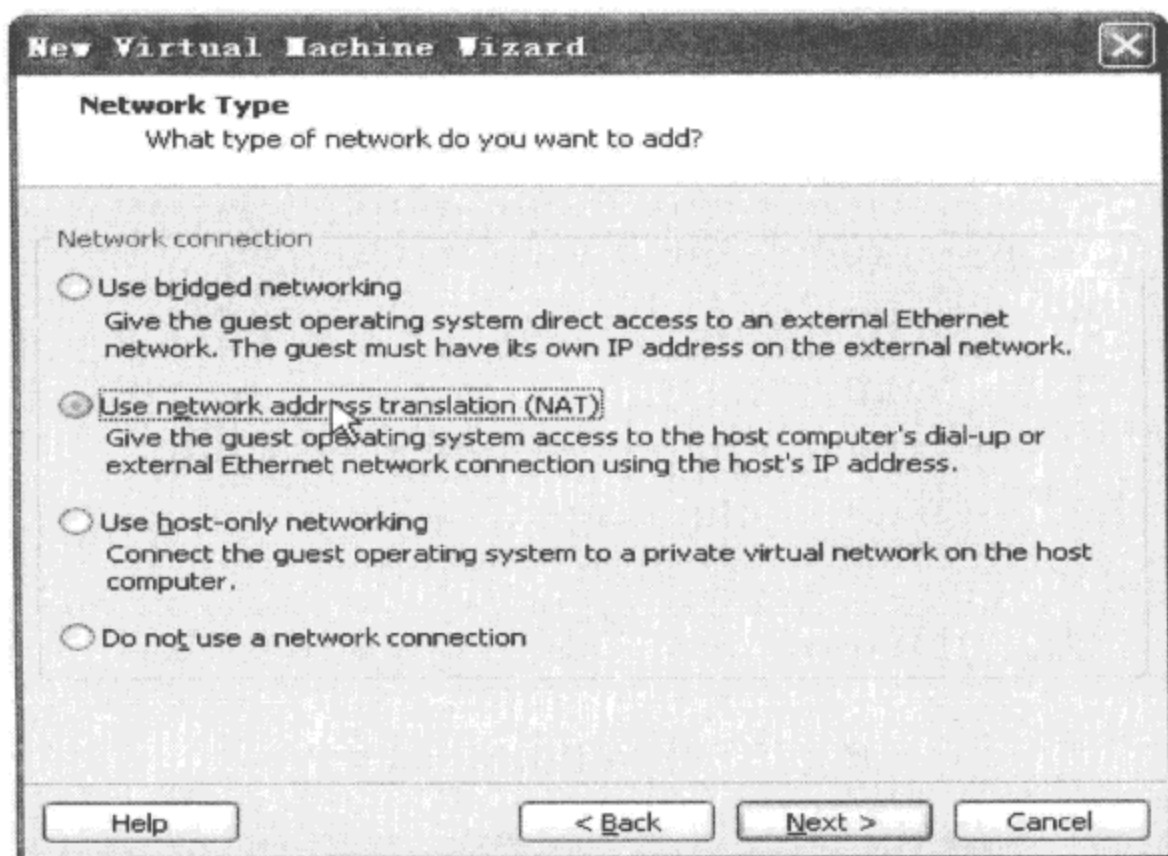

图 4-9 指定虚拟机同主机互联的方式
① 在主机能联通互联网的情况下,图 4-9 选择虚拟机与主机的互联方式为 NAT,使得虚拟机可以通过主机联通互联网。